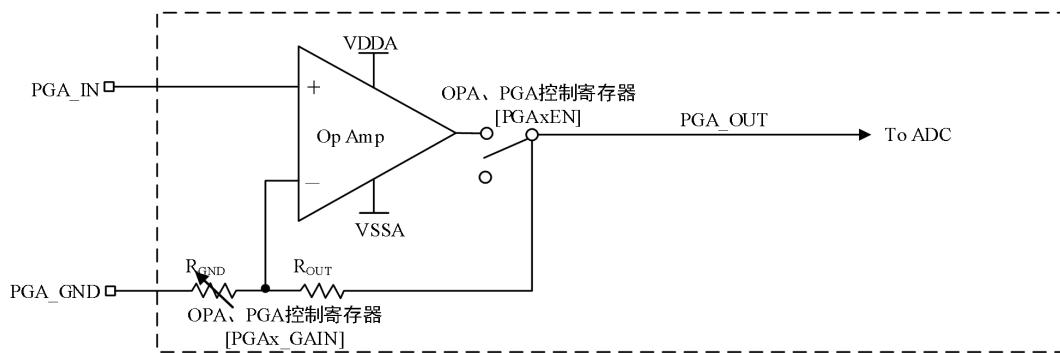

图 4-14 PGA 框图
- PGA_OUT 是运算放大器输出端的内部信号。它可由内部 ADC 模块进行采样和监控。图 4-14 所示为 PGA 方框图。